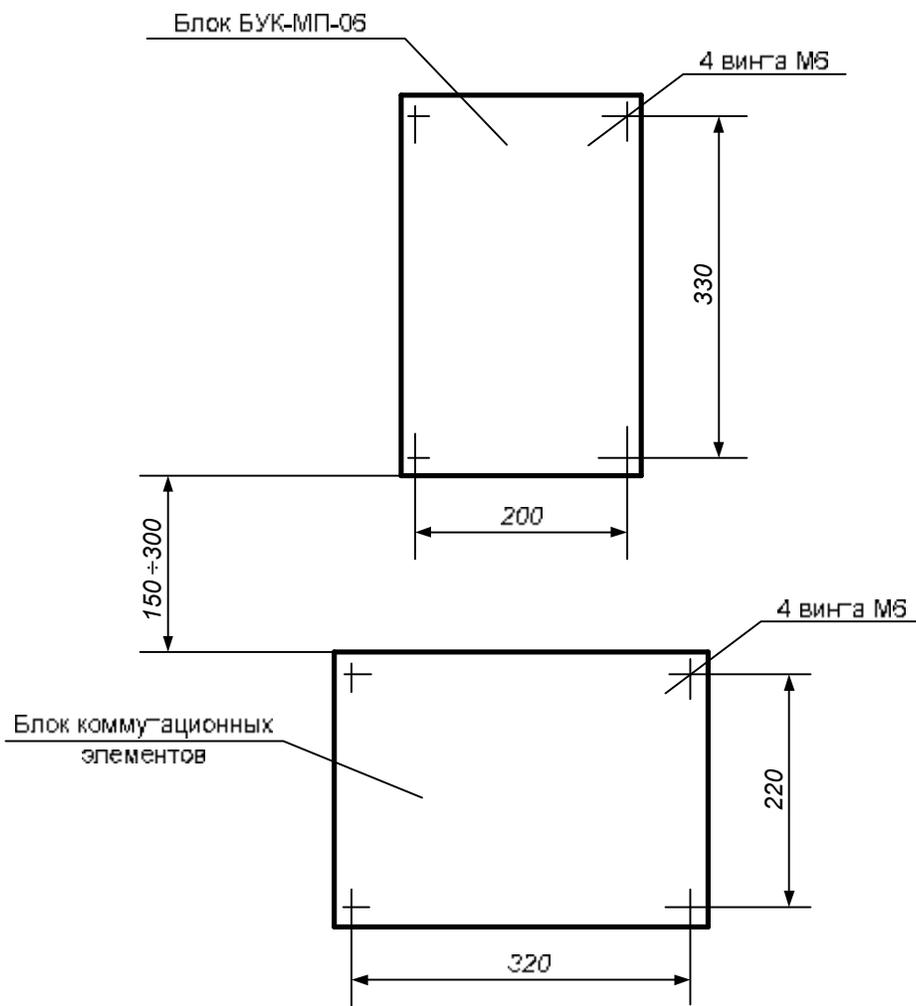

Рисунок 1. Разметка под установку блока БУК-МП-06 и блока коммутационных элементов.
2.2.1. Блок **БУК-МП-06** устанавливается на вертикальной плоскости (щите) на высоте 1500-1700 мм от уровня пола. Блок коммутационных элементов (для подключения внешнего монтажа) располагается на расстоянии 150 – 300 мм ниже блока. См. рисунок 1.